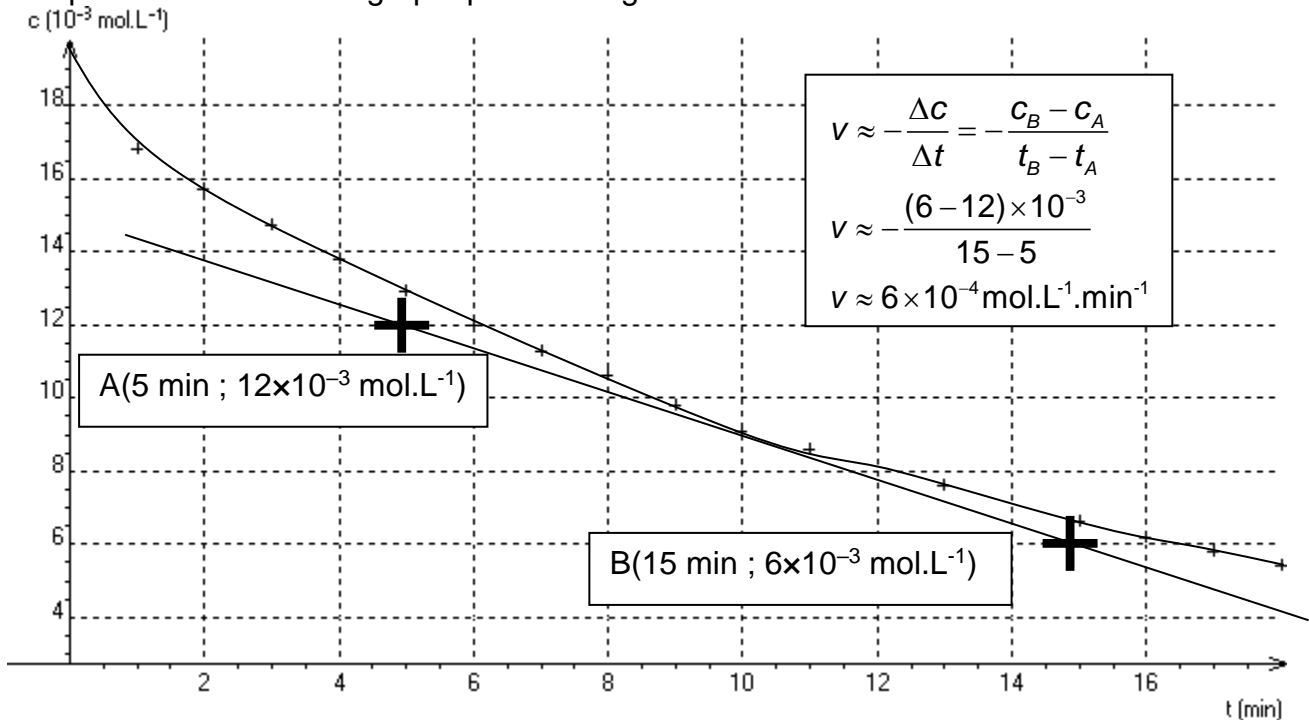

Figure 2. Évolution de la concentration  $C$  en ions  $\text{Cu}^{2+}(\text{aq})$  au cours du temps.
L'évolution temporelle de la concentration  $C$  des ions  $\text{Cu}^{2+}(\text{aq})$  est représentée sur la figure 2 de l'ANNEXE À RENDRE AVEC LA COPIE.
4.2. Estimer la valeur de la vitesse volumique de consommation des ions  $\text{Cu}^{2+}(\text{aq})$  à la date  $t = 10$  min par une construction graphique sur la figure 2 de l'ANNEXE À RENDRE AVEC LA COPIE.